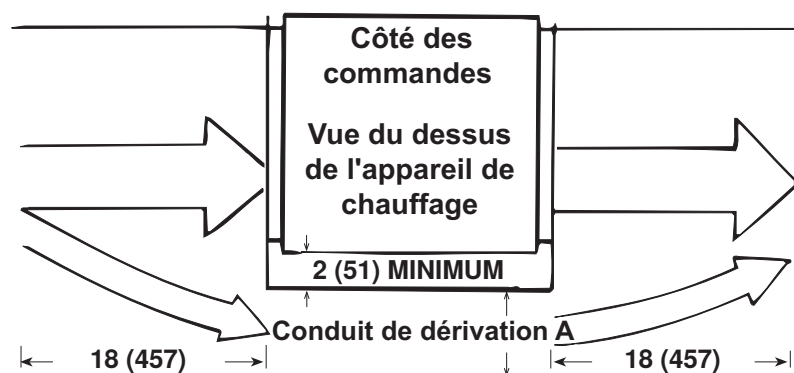

Figure 24. Dimensions du conduit de dérivation
Si le débit d'air (pi^3/min) à travers l'appareil de chauffage est plus élevé que le débit désiré ou permis par l'appareil, vous pouvez installer un conduit de dérivation (voir **Figure 24**) pour remédier à la situation. Le conduit de contournement doit être situé sur le côté opposé aux commandes et à 51 mm (2 pouces) du panneau latéral de l'échangeur de chaleur. La profondeur du conduit de contournement est de 457 mm (18 pouces) tant à l'entrée qu'à la sortie. Déterminez la taille appropriée du conduit de contournement comme suit :
*Voir **Figure 24**.